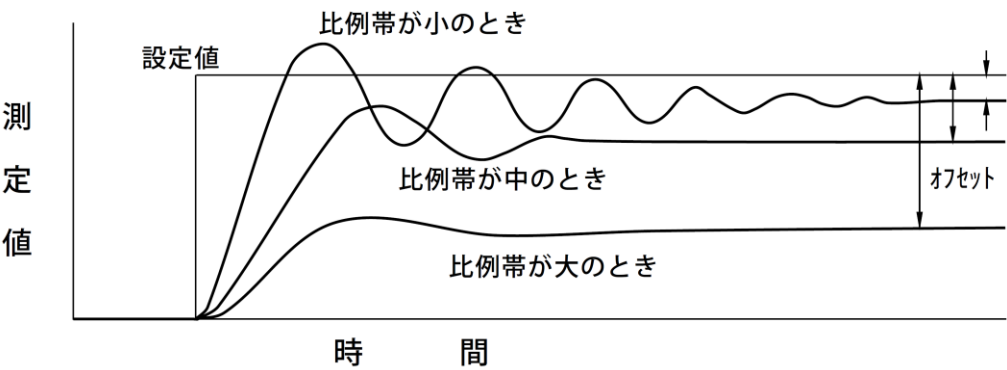

図 5 比例動作による制御経過の変化
(7) PB(比例帯)の値として、図 5 の「比例帯が中のとき」の波形になる値を採用します。